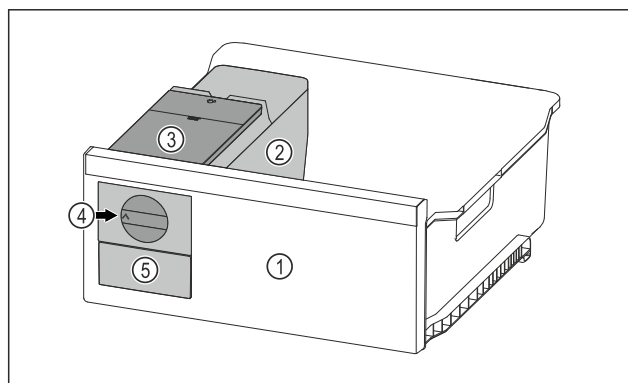

Fig. 74 Príklad zobrazenia
► Otočný gombík Fig. 74 (4) otočte v smere hodinových ručičiek až na doraz.
- Kocky ľadu vypadávajú z misky na kocky ľadu do zásuvky na kocky ľadu Fig. 74 (5).